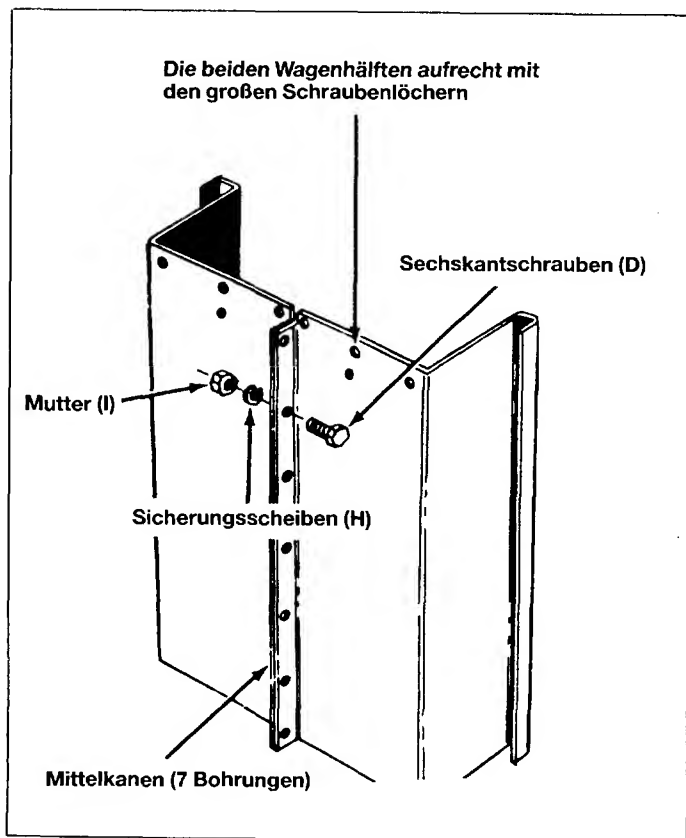

Bild 3
3. Die beiden Wagenseiten (P und R) in aufrechter Position nach Bild 3 anordnen. Achtung! Große Schraubenlöcher nach oben.
4. Schrauben (D), Sicherungsscheiben (H) und Muttern (I) an den heruntergebogenen Rändern der Wagenseiten anbringen. Alle 7 Schrauben montieren. Schrauben nicht anziehen. Siehe Bild 3 und Hinweis unten.